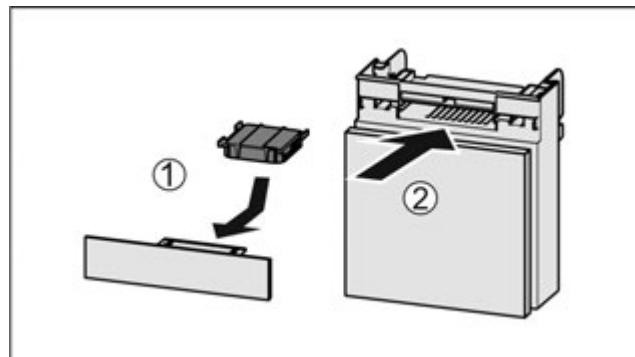

Fig. 88
- Вставити фільтр з активованого вугілля за малюнком Fig. 88 (1).
- Вставити відділення Fig. 88 (2).